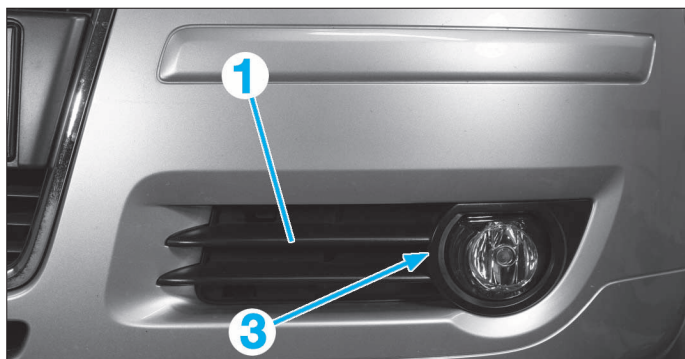
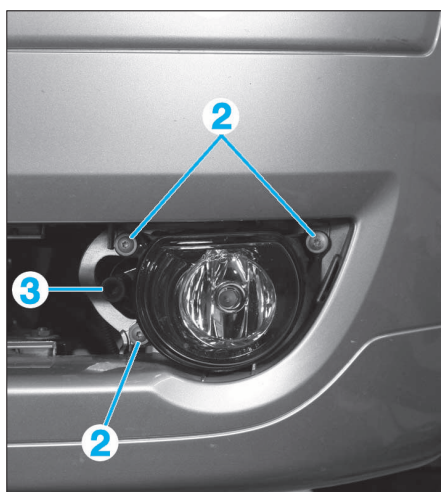

FIG. 9
FIG. 10
- Dépose la grille (1) (2 ou 4 agrafes suivant le modèle) (Fig.9).
- Déposer les vis de fixation (2) du projecteur antibrouillard (Fig.10).
À la repose, contrôler le bon fonctionnement du projecteur puis procéder à son réglage en agissant sur la vis (3) (Fig.9) et (Fig.10).